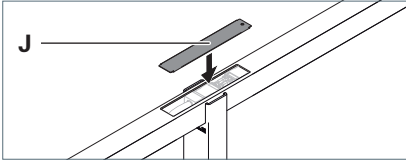

Fig. 4: Abdeckung auf Tragrohr montieren.
- Drücken Sie die Abdeckung **J** senkrecht auf die Aussparung im Tragrohr, siehe Fig. 4.